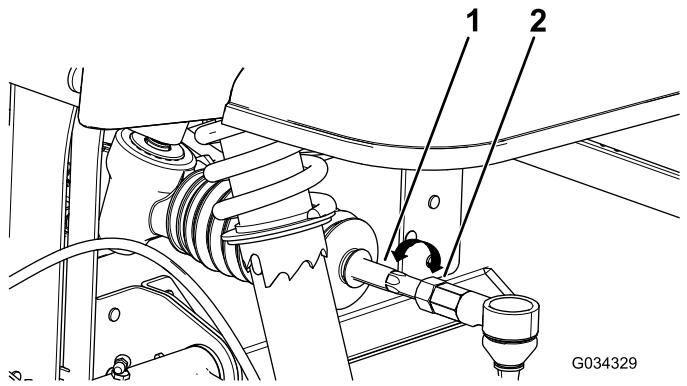

Figure 48
4. Si la mesures ne sont pas comprises entre 0 et 3 mm, desserrez les écrous de blocage aux extrémités extérieures des biellettes (Figure 48).